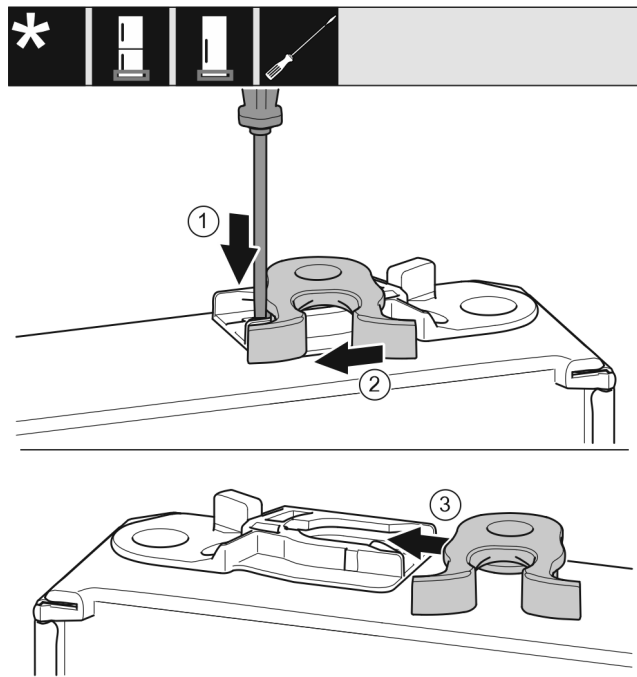

Fig. 18
- ▶ Wcisnąć nakładkę Fig. 18 (1) w dół przy użyciu śrubokręta.
- ▶ Wyjąć hak zamykający Fig. 18 (2) z prowadnicy.
- ▶ Wsunąć hak zamykający Fig. 18 (3) w prowadnicę znajdującą się z drugiej strony.